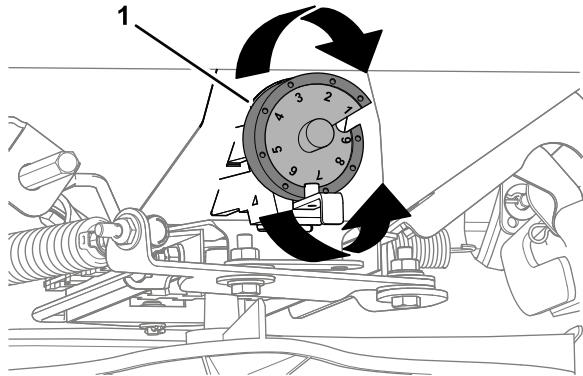

Figura 25
5. Gire la leva del dosificador (Figura 25) hasta el ajuste que determinó en el paso 4.